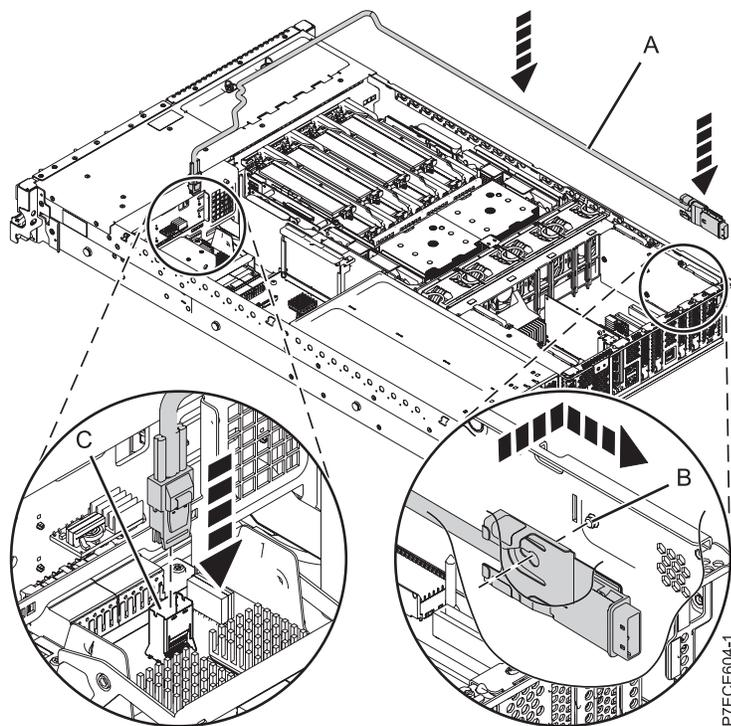

図 25. SAS ケーブルの再取り付け
3. SAS ケーブルのミニ SAS コネクタを、ストレージ変換コネクタの内部 SAS 接続ポート (C) に音がするまでしっかりと接続します。47 ページの図 25 を参照してください。
4. メモリー・ライザー・ケージの前面にあるケーブル (A) を、SAS ポート・コネクタがシャーシ後部の開口部の近くに来るまで側壁のチャンネルに沿って配線します。
5. SAS ポート・コネクタ (B) のブラケットのスロットをシャーシのガイド・ピンの上の位置に合わせます。次に SAS ポート・コネクタをシャーシ後部の開口部に差し込み、ブラケットのタブが音を立ててはまるまで押し込みます。